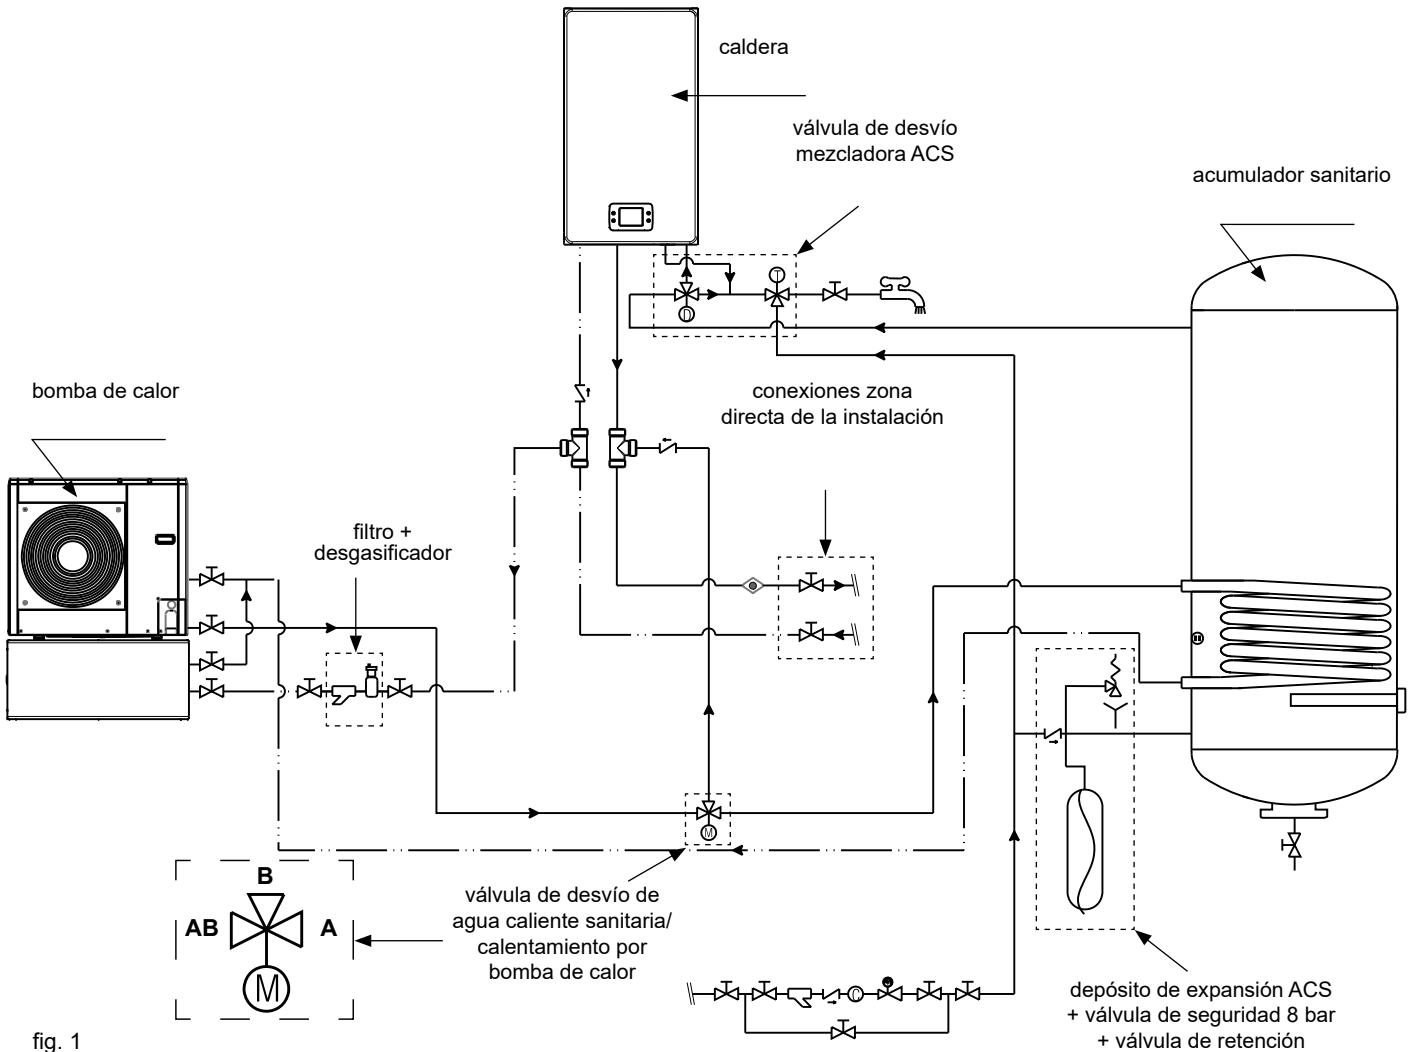

fig. 1
- Coloque la válvula de desvío como se indica en el esquema hidráulico (fig. 1).